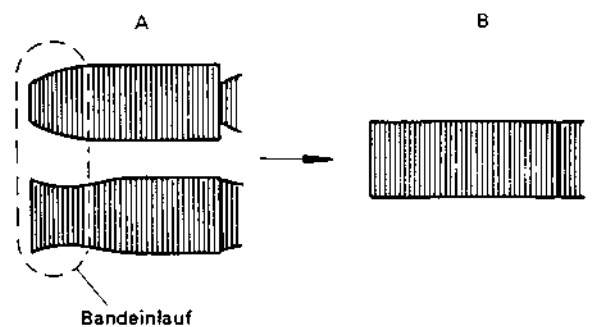

Abb. 2-4-12 Einstellung des Bandeinlaufs
- 1) Siehe Abb. 2-4-12. Inkorrekte Wellenformen werden unter Teil A aufgezeigt. Mit einem Schraubenzieher die Abwickelführungsrolle so justieren, daß der ansteigende Abschnitt der Verlauf der Wellenform am Bandeinlauf, wie unter B gezeigt, flach wird.